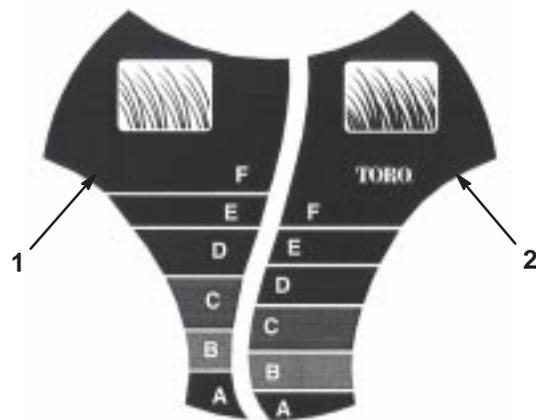

Bild 12
Das *SmartWheel™* weist zwei Schnitthöhenkalen auf: *Dünn/Normal* und *Satt*—damit Sie bei jedem Rasenzustand immer das beste Ergebnis erzielen (Bild 12). Benutzen Sie die *Dünn/Normal*-Skala während der warmen Sommersaison für den Großteil Ihres Mähbedarfs. Die *Satt*-Skala dient ausschließlich starkem, nassem und satterem Graswuchs, den Sie am häufigsten im Frühjahr antreffen.
2. Bewegen Sie den Rasenmäher aufs Gras; Schieben Sie den Rasenmäher nicht mehr weiter, wenn das *SmartWheel*-Motiv an einem der Hinterräder aufrecht steht (Bild 12).